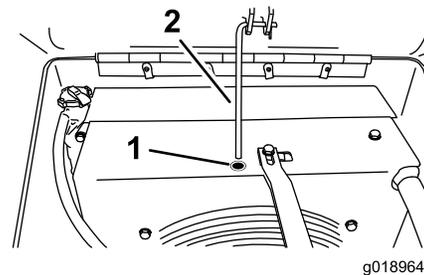

Figure 24
3. Dégagez la tige de support du capot et placez-la dans le trou prévu pour maintenir le capot en position ouverte (Figure 24).